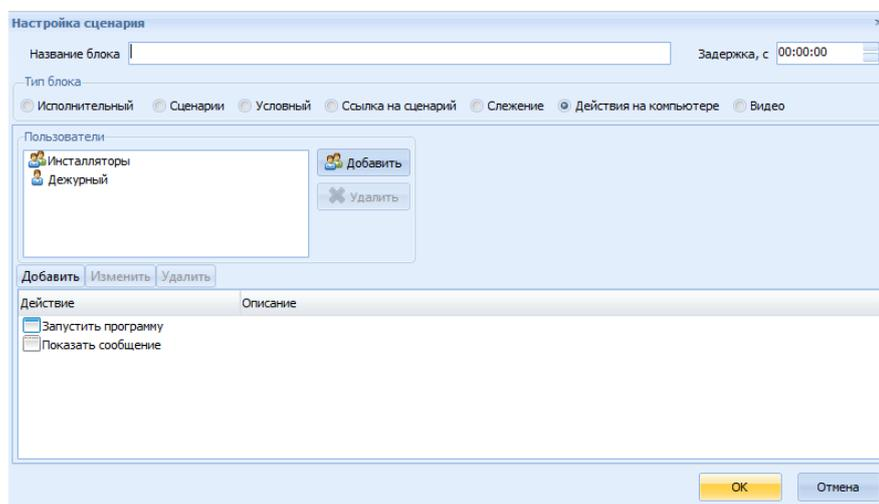

Рисунок 7.43 Окно «Настройка сценария», блок **Действие на компьютере**
- 3) в окне «Настройка сценария» в поле **Пользователи** нажать кнопку **Добавить** (Рисунок 7.43),